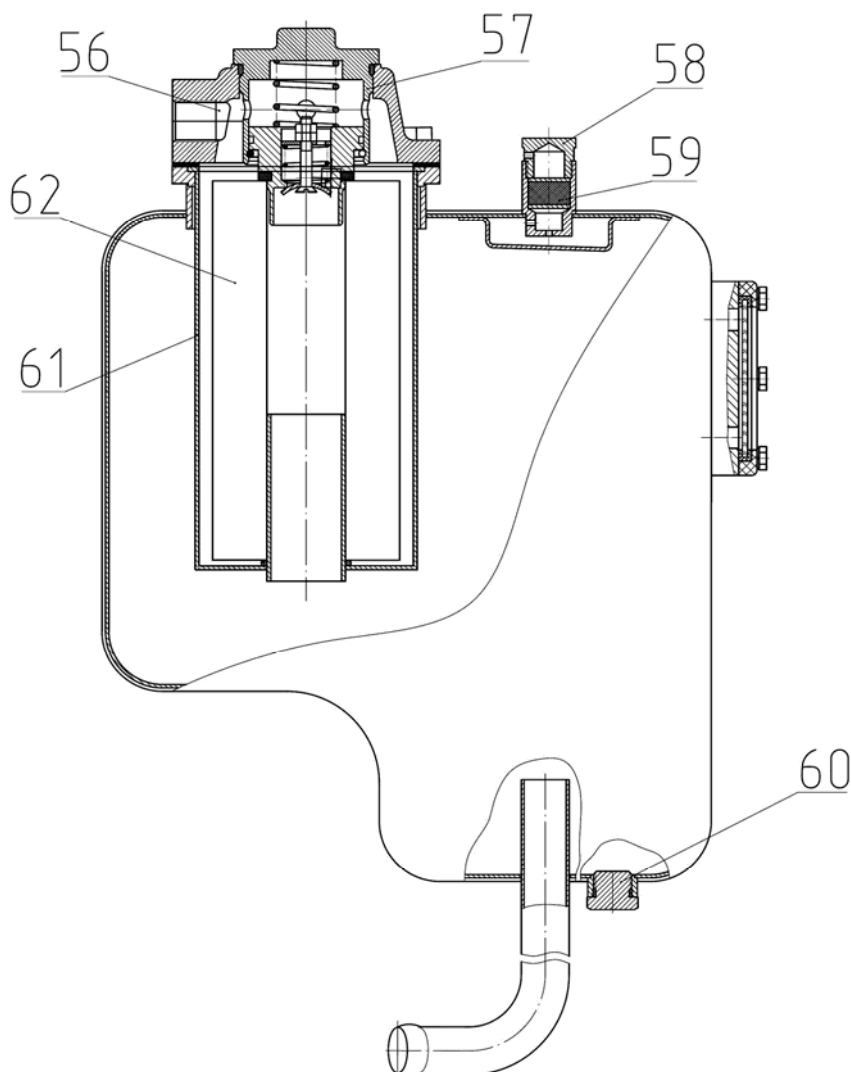

Рис.6.3 Бак ГОРУ.
- 1) отверните сливную пробку (60), (рисунок 6.3), маслобака ГОРУ (16), и слейте из него масло;
- 6) выкрутите заливную пробку совместно с предохранительным клапаном (57), (рисунок 6.3), промойте дизельным топливом и установите на место;
- 7) отверните четыре болта крепления крышки фильтра (56), (рисунок 6.3), и снимите её;
- 8) выньте фильтрующий элемент (62), (рисунок 6.3), извлеките корпус фильтра (61), и промойте его чистым дизельным топливом;
- 10) отверните пробку сапуна (58), (рисунок 6.3), извлеките фильтр (59), и промойте его дизельным топливом, затем установите обратно и заверните пробку сапуна;
Установка маслобака ГОРУ на трактор производится в обратном порядке. При этом медные кольца (12), (рисунок 6.2), обязательно, замените новыми. Масло в маслобак заливается, через фильтр (62), (рисунок 6.3), отвернув заливную пробку (57).